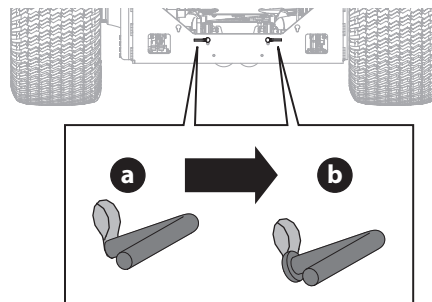

Figure 3
1. Pour engager les tiges de dérivation de la boîte de vitesses, tirez la tige (a) vers le haut dans l'ouverture la plus large de la fente de la clé, puis tirez vers l'arrière jusqu'à ce que le collier de la tige passe à travers le cadre. (Figure 3).
2. Redescendez la tige dans la petite ouverture de la fente de la clé, en veillant à ce que le collier soit fixé à l'extérieur du cadre (b). Répétez de l'autre côté (Figure 3).